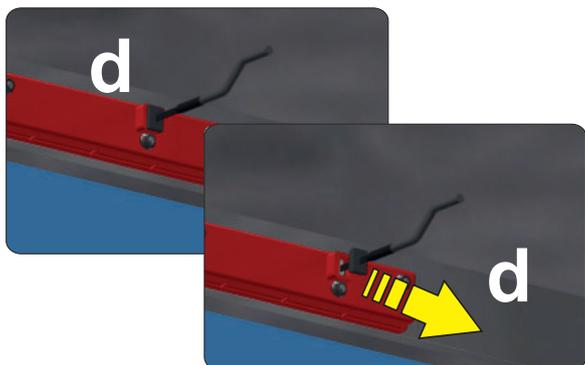

Fig. 21
- Enlever le bouchon en caoutchouc de la boîte de protection interne de l'écran (position **d** - voir **Fig. 21**).